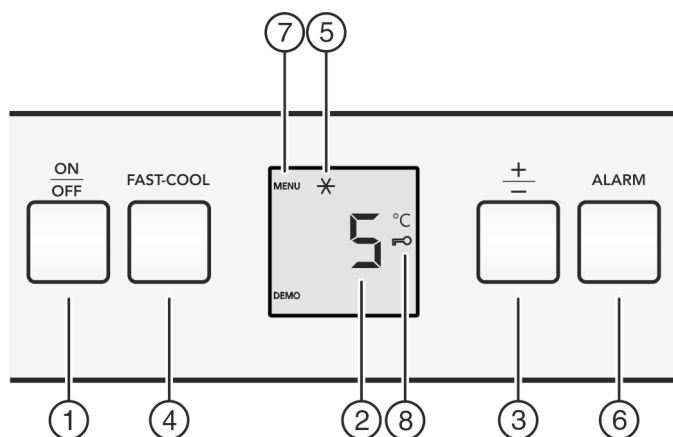

Fig. 2
- ▶ Taste On/Off Fig. 2 (1) drücken.
- ▶ Taste Fast-Cool Fig. 2 (4) ca. 5 Sekunden drücken.
- ▷ In der Anzeige wird das Symbol Menu Fig. 2 (7) angezeigt.
- ▶ Mit der Taste Fast-Cool Fig. 2 (4) kurz bestätigen.
- ▷ Das Symbol Kindersicherung Fig. 2 (8) leuchtet in der Anzeige.
- ▶ Die Taste On/Off Fig. 2 (1) kurz drücken.
- ▶ Taste Alarm Fig. 2 (6) drücken.
► Temperaturfunktion aufrufen: Die Einstelltaste "+/-" Fig. 2 (3) drücken.
► Temperatur in 1 °C -Schritten ändern: Einstelltaste "+/-" Fig. 2 (3) so oft drücken, bis die gewünschte Temperatur in der Temperaturanzeige leuchtet.
- Taste Fast-Cool Fig. 2 (4) kurz drücken.
- ▷ Das Symbol Fast-Cool Fig. 2 (5) leuchtet in der Anzeige.
- ▷ Das Symbol Fast-Cool Fig. 2 (5) erlischt in der Anzeige.